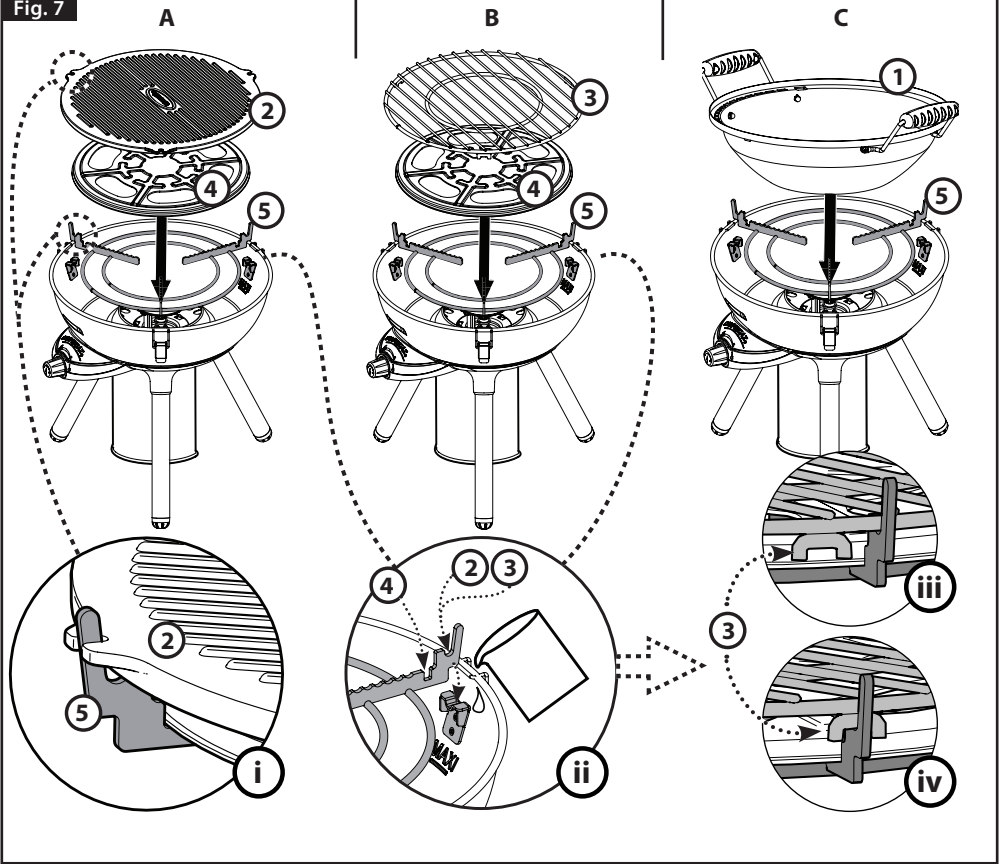

Fig. 8
Allumage piézoélectrique (Fig. 8)
- Tournez le bouton de commande (Fig. 8-A) dans le sens antihoraire (vers " 🔥 ") de manière à ce qu'il soit complètement ouvert, puis poussez immédiatement le bouton de commande (Fig. 8-B) jusqu'à ce qu'il émette un clic.
- Si le brûleur ne s'allume pas, tournez le bouton de commande dans le sens horaire en position d'arrêt (O) jusqu'à ce qu'il ne bouge plus. Attendez 5 minutes avant de recommencer l'opération.